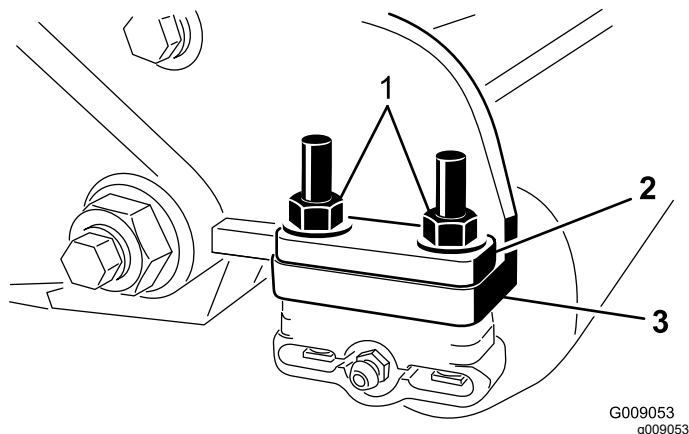

Рисунок 23
9. Открутите две гайки крепления каждого кронштейна катка к боковым пластинам (Рисунок 23). Не выкручивайте болты.